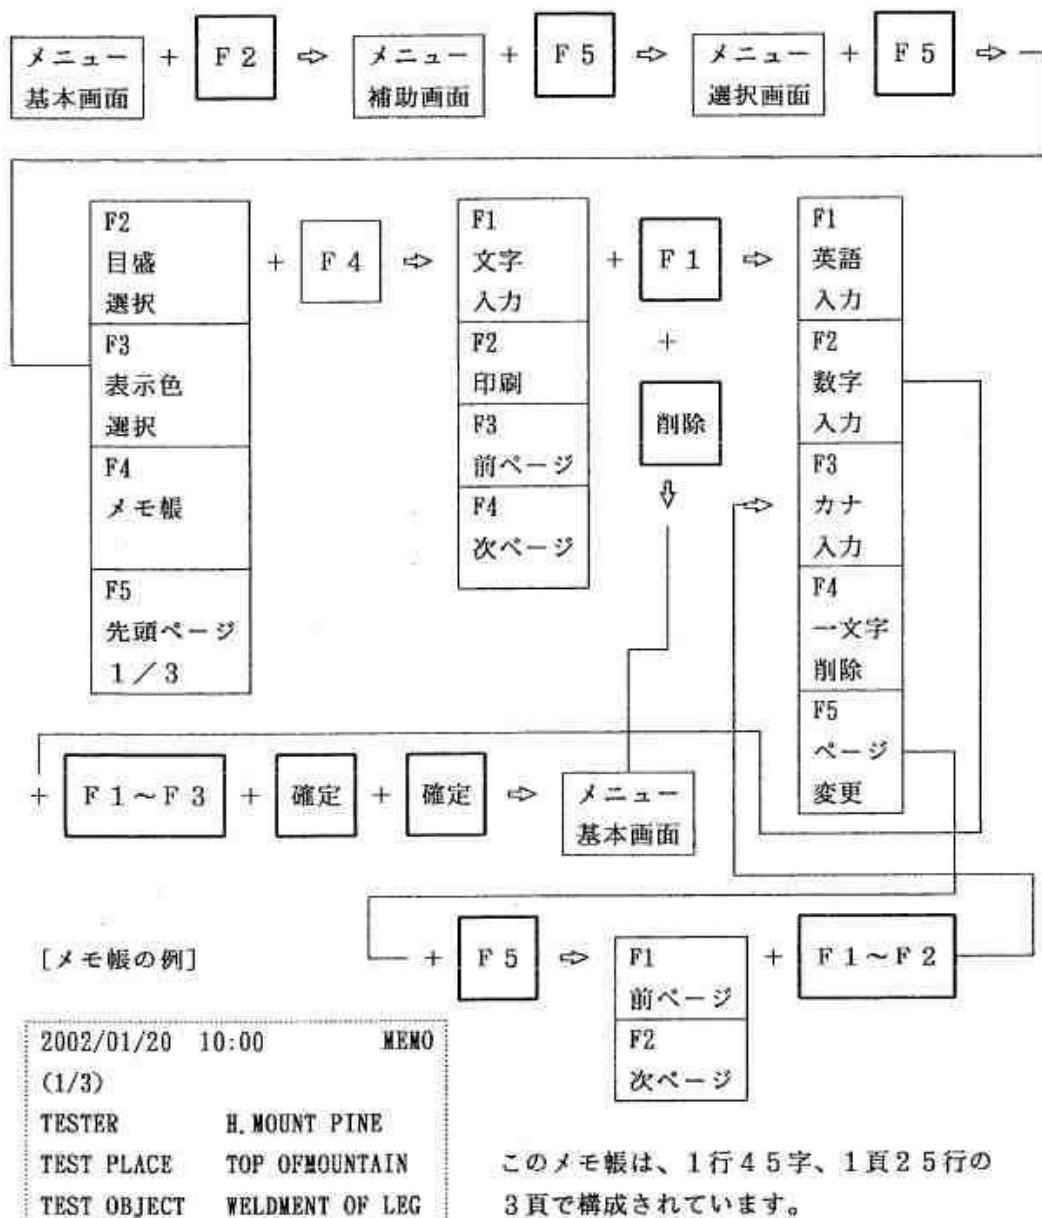

図 6.2.18 メモ帳手順のフロー
- ① 選択キー [F 2] を1回押すとメニューエリアにメニュー補助画面が表示されます。
- ② 選択キー [F 5] を1回押すとメニューエリアに選択メニューが表示されます。
- ③ 更に、選択キー [F 5] を1回押すとメニューエリアには図 6.2.18 に示す選択メニューが表示されます。
- ④ 選択キー [F 4] を1回押すとメニューエリアにはメモ帳選択メニューが表示されます。
- ⑤ 文字を入力する場合は、選択キー [F 1] を1回押します。この操作で表示器上の各表示エリアは日付表示の部分を除き全エリアがメモエリアとなり、その中にカーソルが表れます。矢印キーでカーソルの位置を設定し、5.5.1.(2)(4)と同じ方法で、文字を入力します。
- ⑥ 文字を削除したい時は、メモ帳選択メニューがメニューエリアに表示されている状態で、選択キー [F 1] を1回押し、続いて選択キー [F 4] を1回押し、矢印キーで削除すべき文字にカーソルを設定し、選択キー [F 4] を1回押します。その文字は削除され、その文字の位置は、スペースとして残ります。更に文字を削除したい場合には、この方法を繰り返して下さい。削除した文字の代わりに新しい文字を入力姿態場合には、選択キー [F 1] を1回押し、上で説明した方法を繰り返して下さい。
- ⑦ 文字の入力を終了する時は、確定キーを2回押すと、図 6.2.18 に示したように、メニューエリアはメニュー基本画面に戻ります。
- ⑧ メモ帳に記載した内容を全部削除したい場合は、選択キー [F 1] を1回押して、文字種類／文字削除選択メニューを表示させた状態で、削除キーを1回押します。この操作で、[全ての文章を消去しますか？] の警告が表示されますから、削除したい場合は確定キーを1回押します。メニューエリアの表示はメニュー基本画面に戻ります。